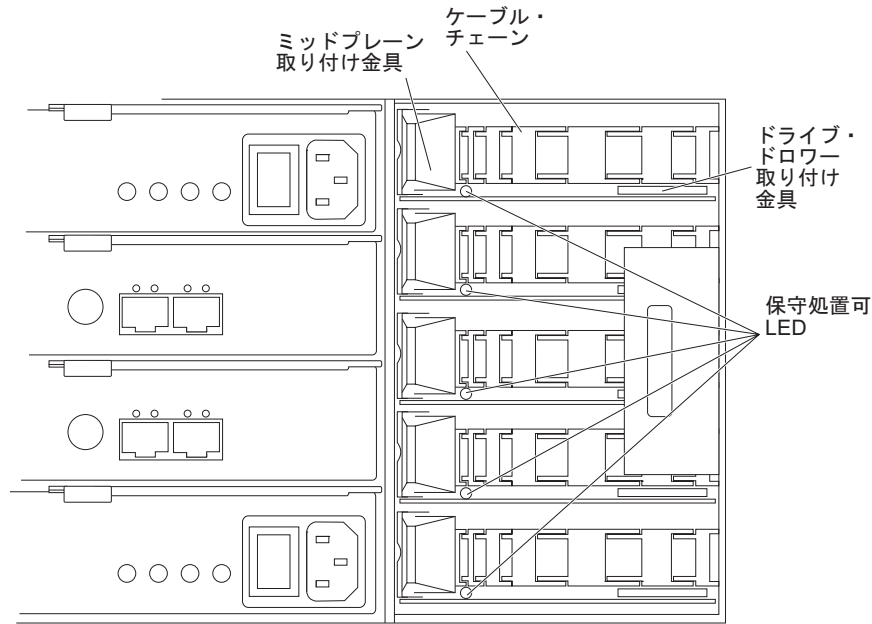

図 56. 右のファン・アセンブリーを取り外したストレージ拡張エンクロージャの背面図
- a. ドライブ・トレイの背面で、右のファン・アセンブリーを取り外します。ファン・アセンブリーを取り外すステップについては、127 ページの『ファン・アセンブリーの交換』を参照してください。137 ページの図 56 に、ファン・アセンブリーを取り外した状態のそのエリアの様子を示します。